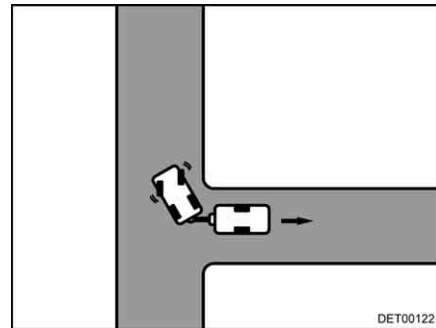

Fig. 17 Sterzare verso destra
- Sterzare verso destra e spostarsi con prudenza in retromarcia (Fig. 17).